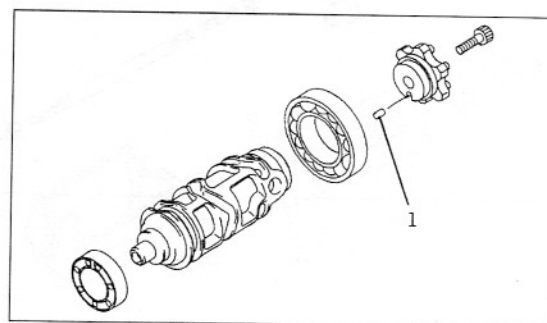

Bild 267
- Falls Schaltwalze zerlegt, Walze entsprechend Bild 267 zusammenbauen.
- ☞ Darauf achten, dass Stift ① in äussere Bohrung eingesetzt wird.